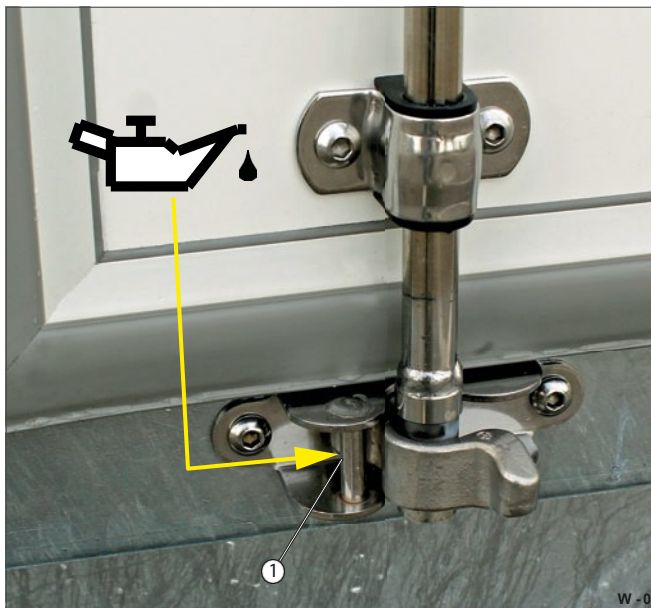

Fig. 5 Smørepunkter
- Smør låseboltene/-krokene (fig. 5/1) med fett om nødvendig.